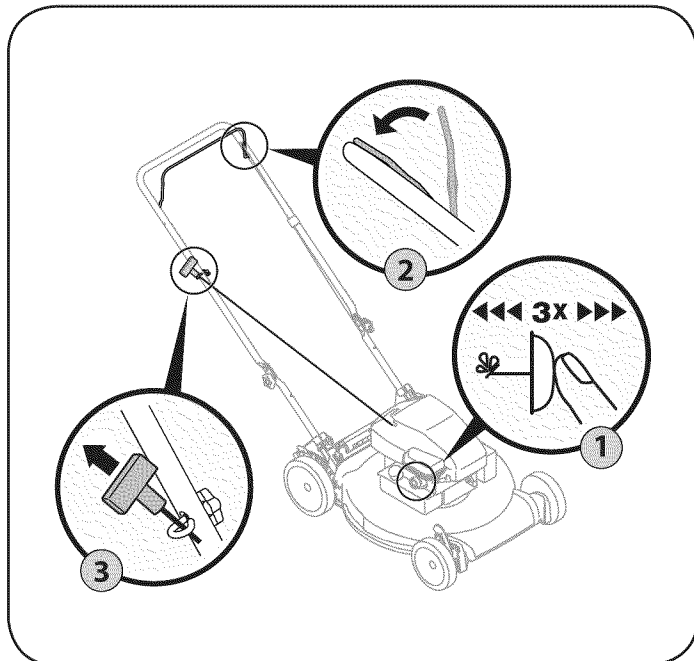

Figura 12
1. Comenzando el motor por primera vez, empuje el cebador cinco veces. Para todas las futuras ventajas, empuje el cebador tres veces. Espere aproximadamente dos segundos entre cada presión. Vea la Figura 12. No cebe el motor caliente para reiniciarlo luego de una detención breve.
3. Sostenga firmemente las dos manijas juntas, tome la manija del arrancador de retroceso y tire de la cuerda para sacarla con un movimiento rápido y continuo. Vea la Figura 12. Mantenga firme la manija del arrancador, deje que la cuerda regrese lentamente al arrancador. Repita hasta que el motor esté en marcha. Deje que la cuerda se enrosque lentamente de regreso.